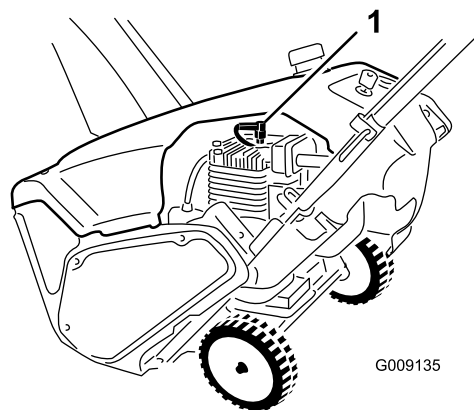

Рисунок 30
5. Отсоедините провод свечи зажигания (Рисунок 30).